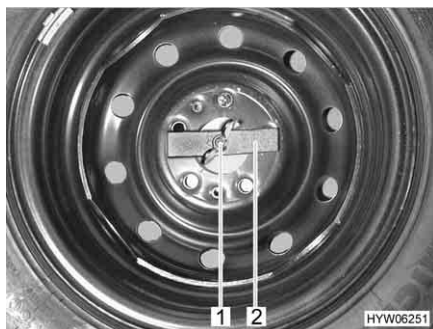

Fig. 241 Ruota di scorta nel gavone di coda
- Svitare manualmente il dado ad alette (Fig. 241,1) e rimuoverlo.
- Rimuovere la barretta di compressione (Fig. 241,2).